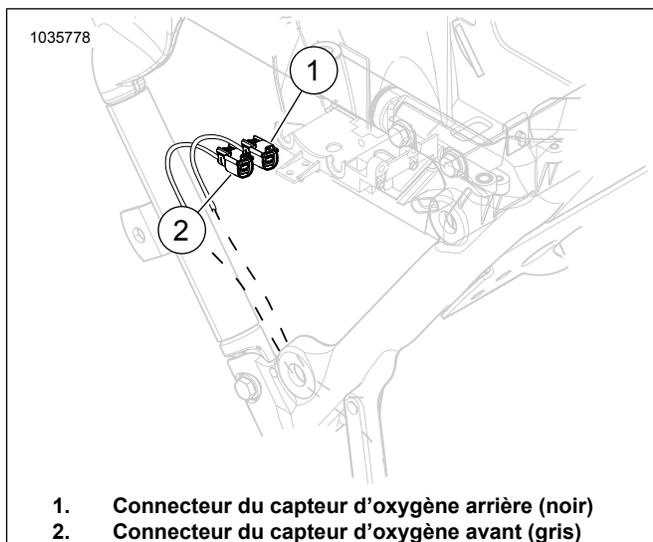

Figure 1. Emplacement du capteur d'oxygène avant et arrière.
6. Voir Figure 1 . Débrancher les connecteurs des capteurs O2 avant et arrière (1 et 2).